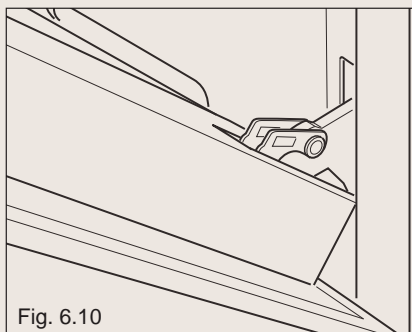
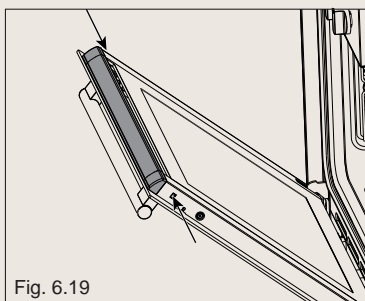
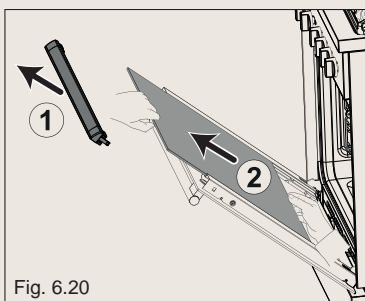

Fig. 6.10
Fig. 6.19
Fig. 6.20
- * Refermez doucement la porte (fig. 6.10) jusqu'à ce que les leviers "A" des charnières gauche et droite s'accrochent sur la partie "B" de la porte (fig. 6.19).
- * Appuyer sur les deux languettes pour décrocher le support supérieur (flèche in figure 6.19), puis enlever doucement le support (flèche 1 in figure 6.20).
- * Sortez en douceur la vitre intérieure (flèche 2 in figure 6.20).